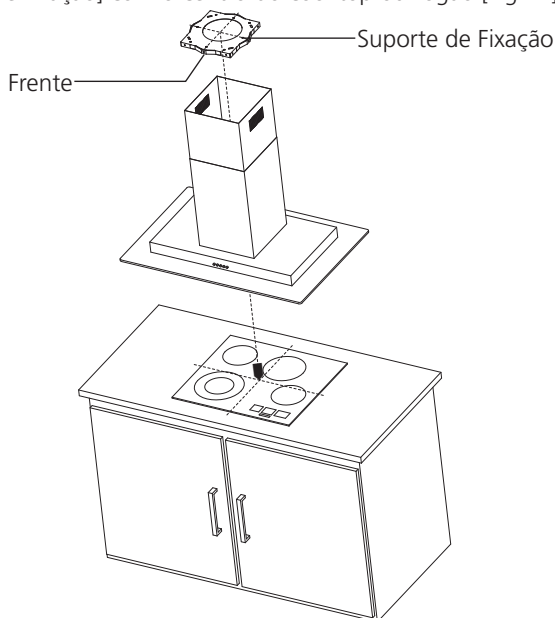

Fig. 12
- Marcar o centro da mesa do cooktop ou fogão [Fig.12].
- Com o auxílio de um prumo centralizar a linha de centro da coifa [centro do suporte de fixação] com o centro do cooktop ou fogão [Fig.12].